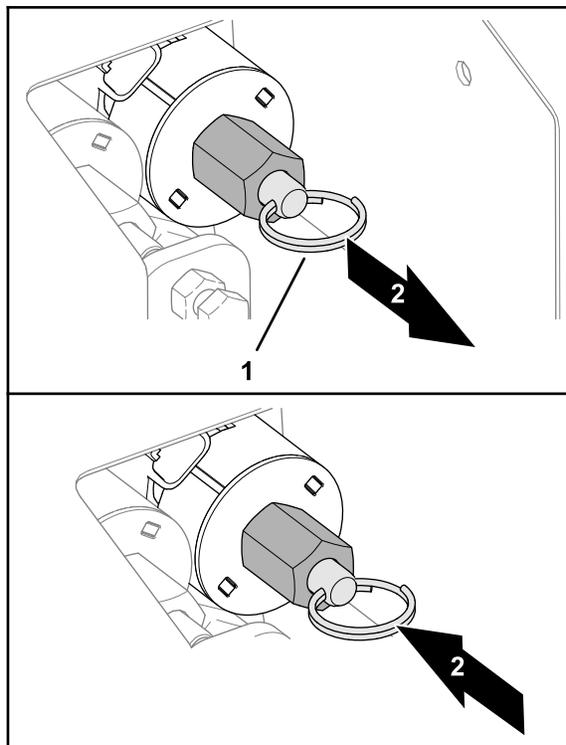

Figura 32
- Para descer a tremonha (Figura 32), puxe o aro da haste da válvula.
- Para subir a tremonha (Figura 32), empurre o anel de separação na haste da válvula.